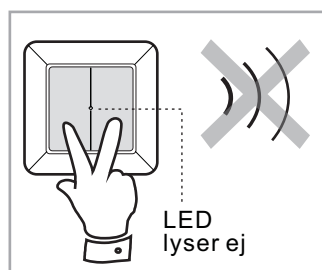

fig.10
- Om båda vipporna trycks ned samtidigt sänds ingen signal (se fig.10).